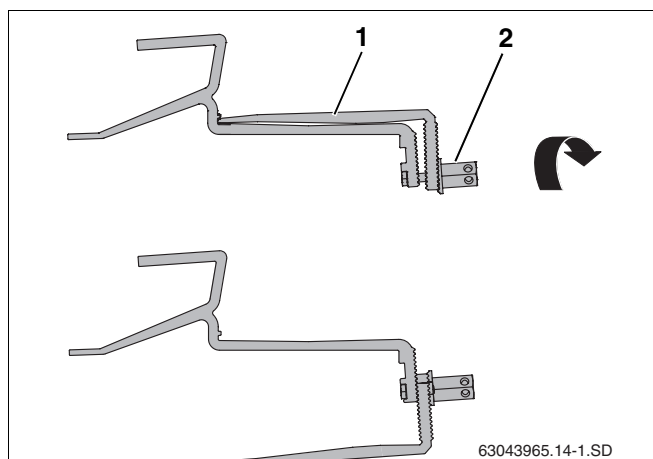

Fig. 12 Retourner la partie inférieure du crochet de fixation
- Desserrer l'écrou long à tête hexagonale (fig. 12, **pos. 2**) sur le crochet et placer la partie inférieure du crochet (fig. 12, **pos. 1**) en bonne position.